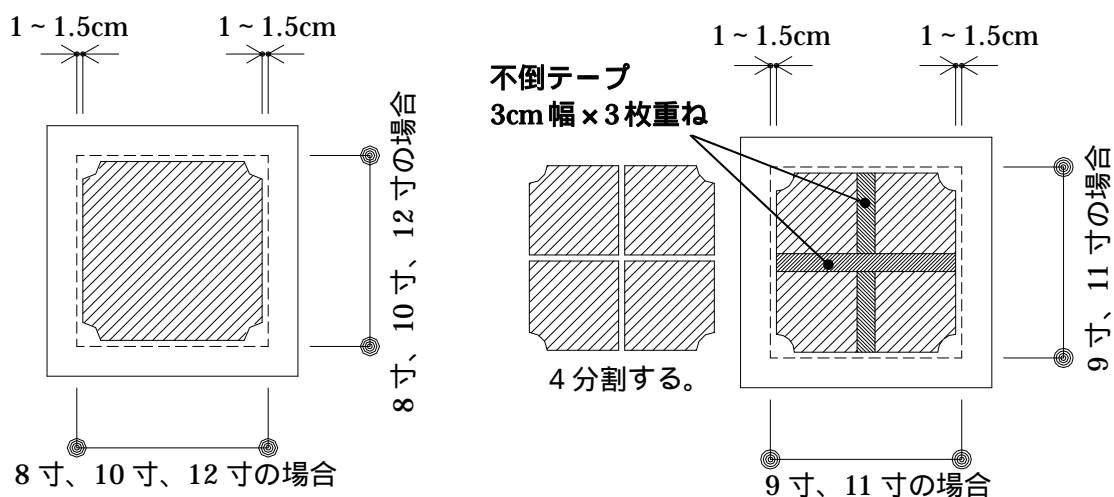

図 11
- 手順 3. 不倒シートを蓮華（竿石）の中央になるように上台（蓮華）に貼ります。（図 11 参照）